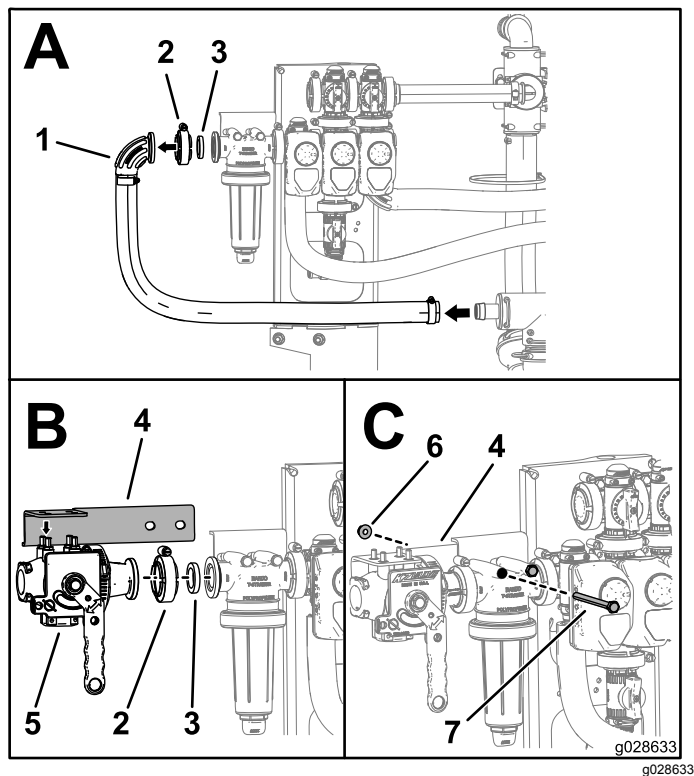

Figura 21
1. Togliete il gomito, il morsetto flangiato, la guarnizione, il gomito e il flessibile di entrata dalla testa del filtro di pressione (Riquadro A della Figura 21).
2. Posizionate la staffa della valvola sopra alla valvola del nebulizzatore, come illustrato nel Riquadro B della Figura 21.
3. Montate la valvola del nebulizzatore utilizzando la guarnizione e il morsetto flangiato rimossi alla voce 1; fate riferimento al riquadro B della Figura 21.
4. Fissate la staffa al gruppo della valvola della barra utilizzando i bulloni e i dadi attualmente montati sul filtro di pressione; fate riferimento al Riquadro C della Figura 21.